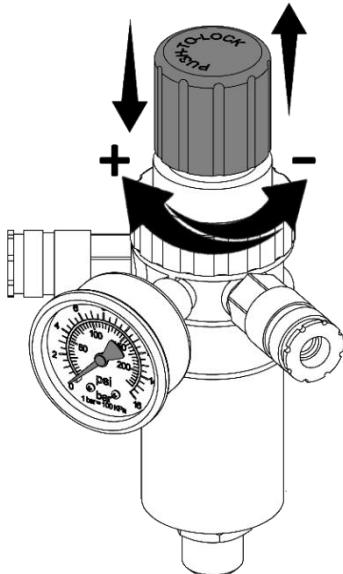

Рисунок 7
7.3.1 Настройка давления в подсоединеных пневматических инструментах регулятором давления (при его наличии) осуществляется следующим образом (см. рисунок 7):